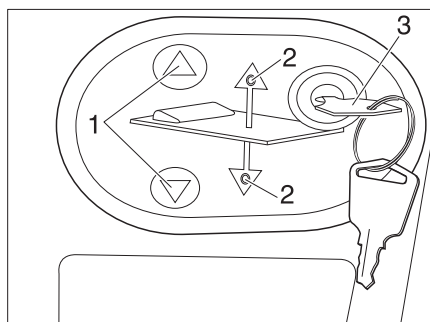

Fig. 166 Pannello di comando del letto basculante elettrico
- Inserire la chiave (Fig. 166,3) nel pannello di comando.
- Premere e tenere premuto il tasto ▼ (Fig. 166,1). Il rispettivo LED (Fig. 166,2) si accende e il letto basculante si abbassa fino alla posizione centrale; quindi si arresta.
- Premere e tenere premuto il tasto  (Fig. 166,1). Il rispettivo LED (Fig. 166,2) si accende e il letto basculante si abbassa del tutto.